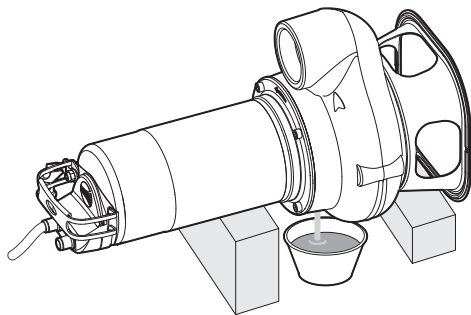

Fig. 9.2
- ruotare la pompa di 180° per scaricare l'olio in apposita vaschetta di raccolta (Fig. 9.2);